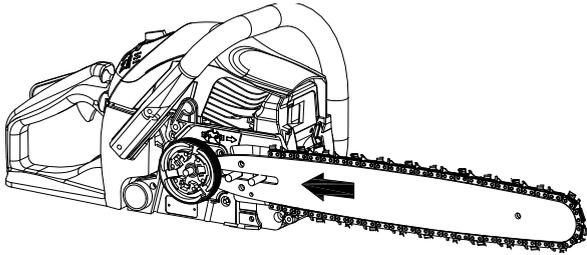

Fig. 30
- Faites glisser la barre vers le moteur pour desserrer la chaîne (Fig. 30).